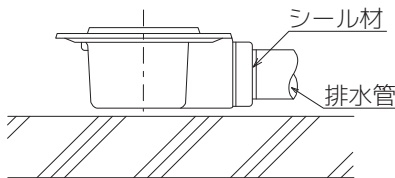
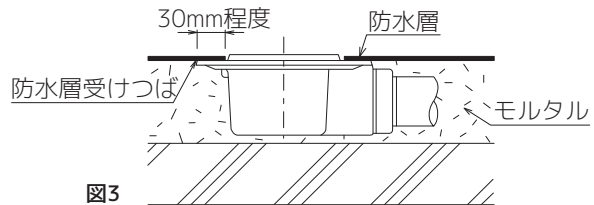
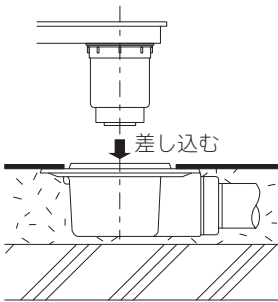

図2
図3
図4
- ※壁面や浴槽に防水層受けつばが接触しないように注意してください(図2)。
(1) 防水マスの取り付け
- ①排水管のねじ部にシーล材をつけて、防水マスを排水管に取付ます(図3)。
- ②防水層受けつば部までモルタルを埋めます。
- ③防水層を防水層受けつばに40mm程度かけます(図4)。
(2) 排水ユニットの取付け
- ①排水管のねじ部にシール材をつけて、防水マスを排水管に取付ます（図2）。
- ③防水層を防水層受けつばに30mm程度かけます（図3）。
- ①防水マスに排水ユニットの排水トラップを差し込み、高さの調節をします（図4）。